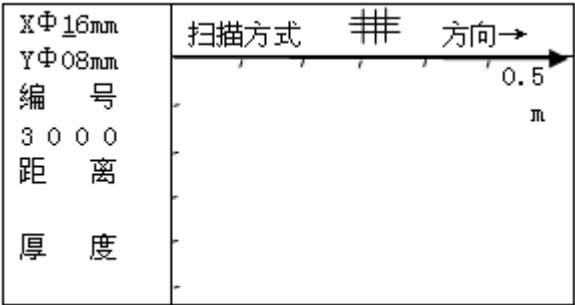

图 3-9 0.5×0.5m 网格扫描界面
0.5×0.5m 规格的网格钢筋扫描界面如图 3-9 所示，首先设置工程信息，包括已知横向（Y）和纵向（X）钢筋的**直径**（默认值